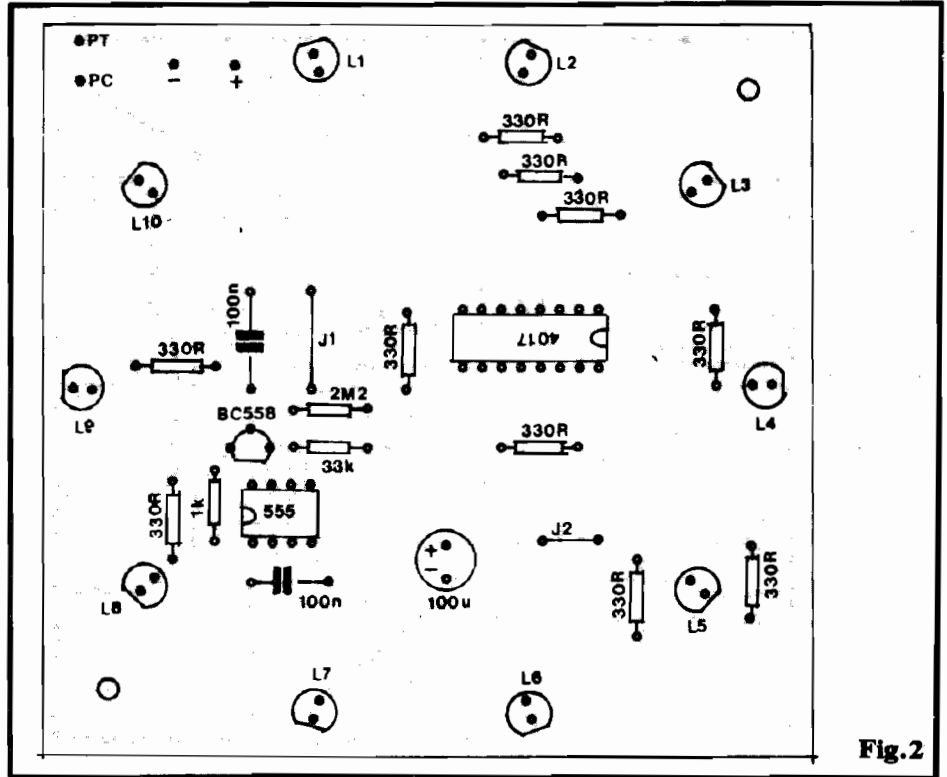

Fig.2
- FIG. 2 - LAY OUT DO CIRCUITO IMPRESSO ESPECÍFICO - Em montagens com a estrutura do SPLIC, o lay out do Circuito Impresso torna-se muito mais importante do que normalmente já é, uma vez que o próprio display de LEDs encontra-se incorporado "da placa pra fora" são muito simples resumindo-se nas conexões de alimentação (atenção à polaridade - como sempre...) e duas conexões ao potenciômetro (única peça do circuito que não fica diretamente sobre o Impresso...). Quanto a este, observar que - na figura - o dito cujo é visto à placa "mãe"... Assim, recomenda-se ao Leitor/Hobbysta o máximo de atenção e cuidado na elaboração/confeção do Impresso, procurando basear-se rigorosamente nas dimensões e distribuições mostradas na figura (em tamanho natural, escala 1:1...). Embora seja possível "inventar" um pouco, em termos de lay out, qualquer tentativa de "sair do padrão" poderá resultar em visuais pouco atrativos, ou mesmo em sérios problemas de interligação (notadamente no que diz respeito aos LEDs...). Quem optar pela prática aquisição do SPLIC em KIT, levará óbvias vantagens, uma vez que receberá a placa prontinha, protegida, com o chapeado demarcado em silk-screen e outras "mumunhas facilitantes"... De qualquer modo, não é um "animal heptacéfalo" (bicho de sete cabeças...) e pode ser feita pelo Leitor, em casa, sem grandes problemas... Aos "começantes", recomendamos observar as INSTRUÇÕES GERAIS PARA AS MONTAGENS, encartadas em todo exemplar de APE, lá nas primeiras páginas da Revista...